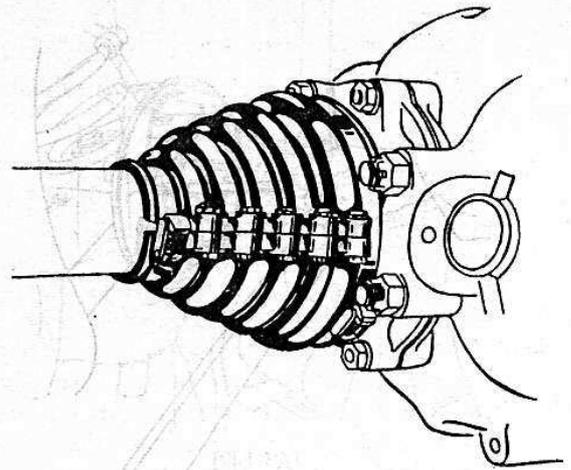

Bild 197
7. Schlauchbinder umlegen und anziehen. (Eine scheinbar zu weite Gummimanschette läßt sich zusammendrücken!) Schlauchbinderschloß auf Teilfuge bzw. am großen Wulst so nahe als möglich bei der Teilfuge! (Bild 197.)